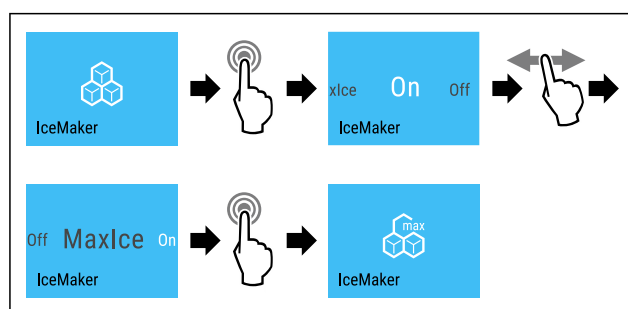

Fig. 18
- Proved'te akční kroky (viz Fig. 18) .